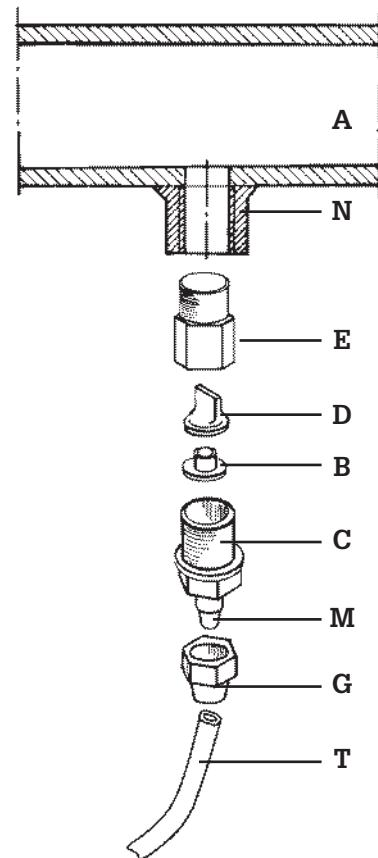

Fig. 8
- f. - Applicare sulla condotta dell'impianto da trattare, nel punto più idoneo per effettuare l'iniezione del prodotto da dosare, un raccordo in acciaio da 3/8" gas femmina. Tale raccordo è escluso dalla fornitura. Avvitare la valvola di iniezione nel raccordo utilizzando come guarnizione del Teflon Fig. 8. Collegare il tubetto all'attacco conico della valvola d'iniezione e bloccarlo con l'apposita ghiera G. La valvola di iniezione è anche valvola di non ritorno.
3.1 - SCHEMA DI MONTAGGIO VALVOLA DI INIEZIONE Fig. 8